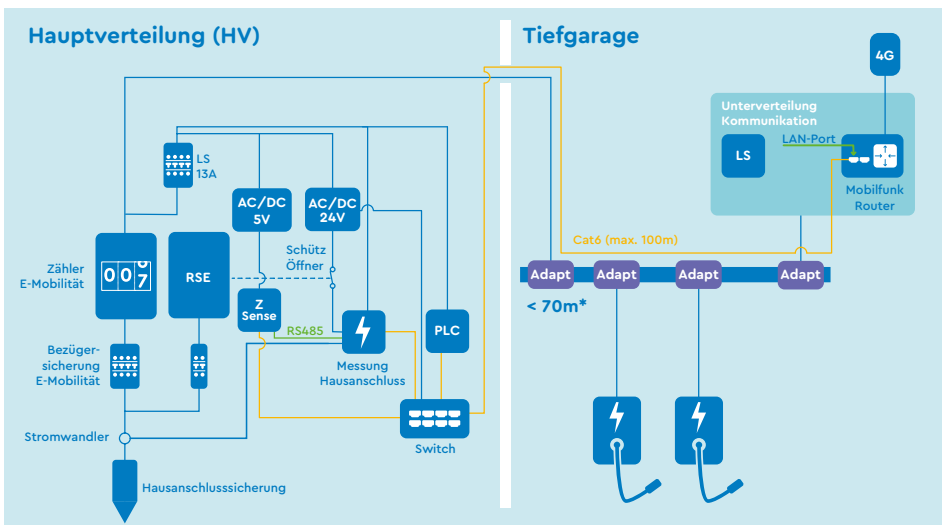

Abbildung 15: Prinzipschema Anbindung mit Mobilfunk und abgesetzter UV Kommunikation LAN
Abbildung 15 zeigt eine readyhome+ Installation mit einer «Unterverteilung Kommunikation LAN».
**In der Hauptverteilung installierte PLC-Router müssen sich im gleichen Stromkreis wie das Flachbandkabel der readyhome+ Installation befinden (siehe Abbildung 15).**